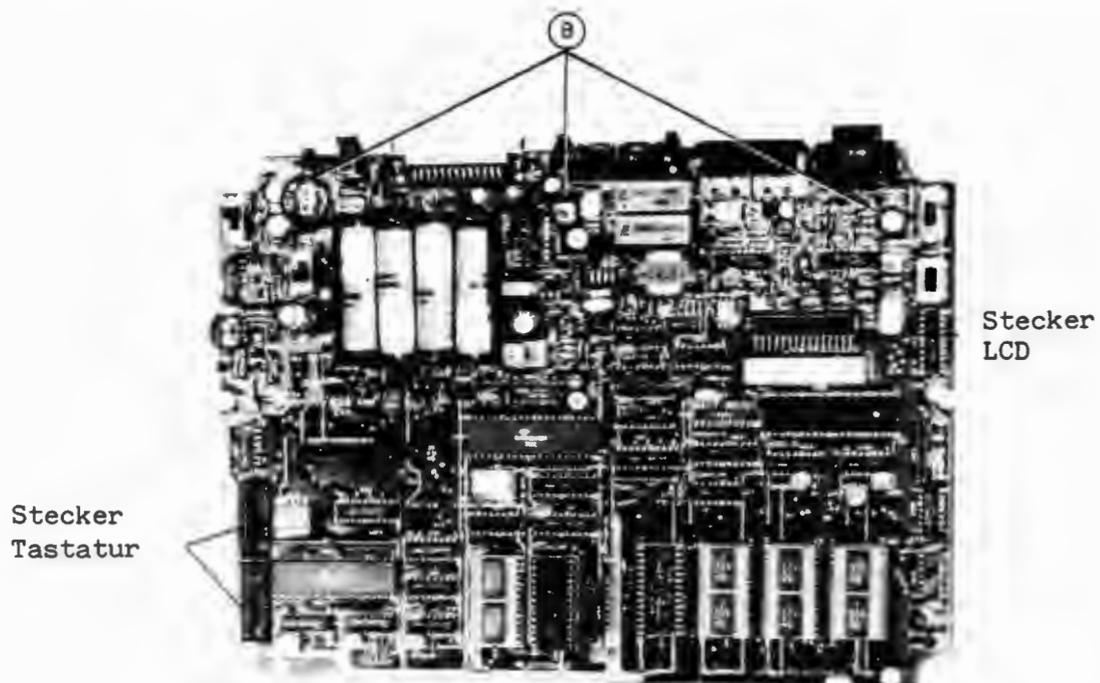

Abbildung 2-2 Ausbau der Hauptplatine
4. Die 3 Befestigungsschrauben B der Hauptplatine entfernen (Abb. 2-2) und letztere herausnehmen.